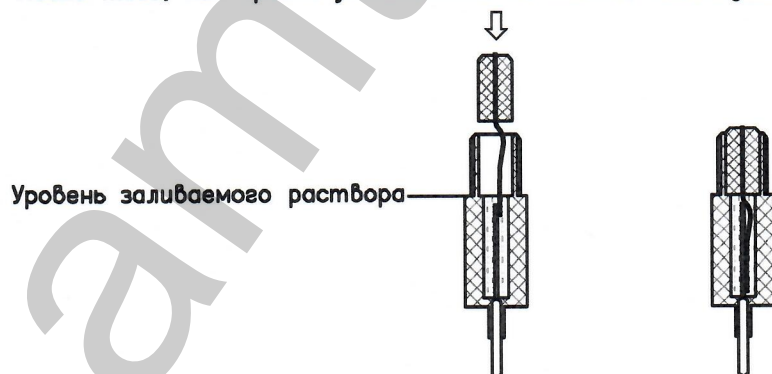

Рис.8
3.3 Залить новый, свежеприготовленный насыщенный раствор KCl и вставить пробку см. Рис.8.